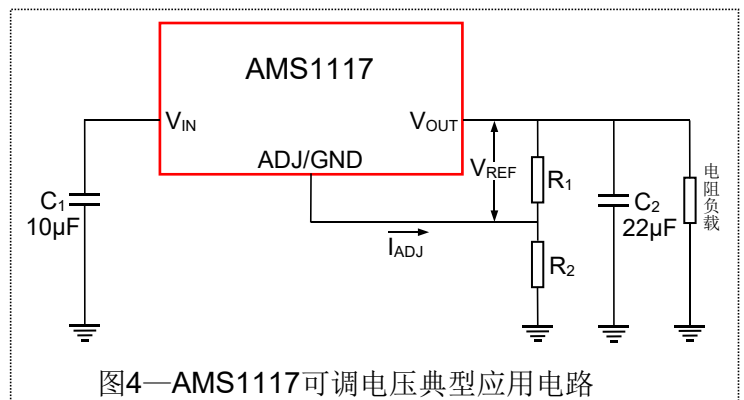

图4—AMS1117可调电压典型应用电路
- 3、可调电压电路可进一步提高纹波抑制比；图4中， R_1 、 R_2 为倍增电阻，可根据需要通过倍增电阻的方式来调整到所需要的电压。